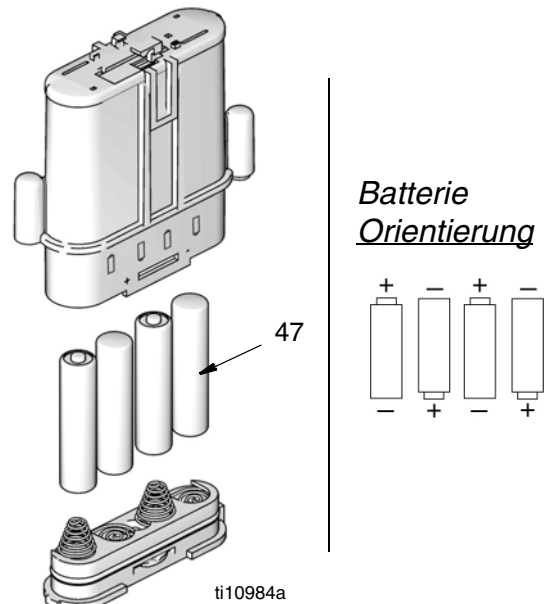

ABB. 37
<ul style="list-style-type: none"> <li>Verwenden Sie nur Batterien der Größe und des Typs, wie sie in dieser Anleitung angegeben sind.</li> </ul> <p>Batterien müssen mindestens folgende Lebensdauer aufweisen:</p> <ul style="list-style-type: none"> <li>Energizer E91</li> </ul> <ul style="list-style-type: none"> <li>Achten Sie beim Einlegen der Batterien in das Batteriefach auf die richtige Polarorientierung (ABB. 37). Falsch herum eingelegte Batterien können den Zähler beschädigen.</li> <li>Verwenden Sie keine unterschiedlichen Batterietypen oder alte und neue Batterien gleichzeitig. Ersetzen Sie immer alle vier Batterien durch vier neue, frische Batterien.</li> </ul>
- Legen Sie neue Batterien ein. Siehe ABB. 37 zur Orientierung der Batterien.